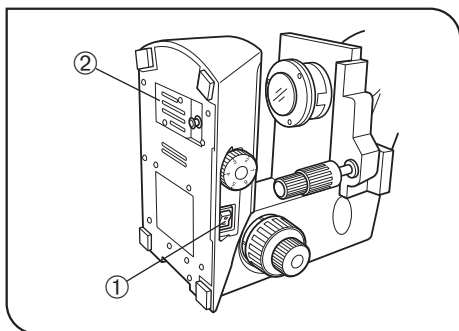

Fig. 1
- Pour éviter tout risque de décharge électrique et de brûlure lors du remplacement de l'ampoule, il convient au préalable de mettre l'interrupteur principal ① « **O** » (OFF) et de débrancher le cordon d'alimentation de la prise murale. Lorsqu'il s'avère nécessaire de remplacer l'ampoule durant ou juste après l'utilisation, laisser la douille de lampe ② et l'ampoule refroidir avant de les toucher. (Fig. 1)